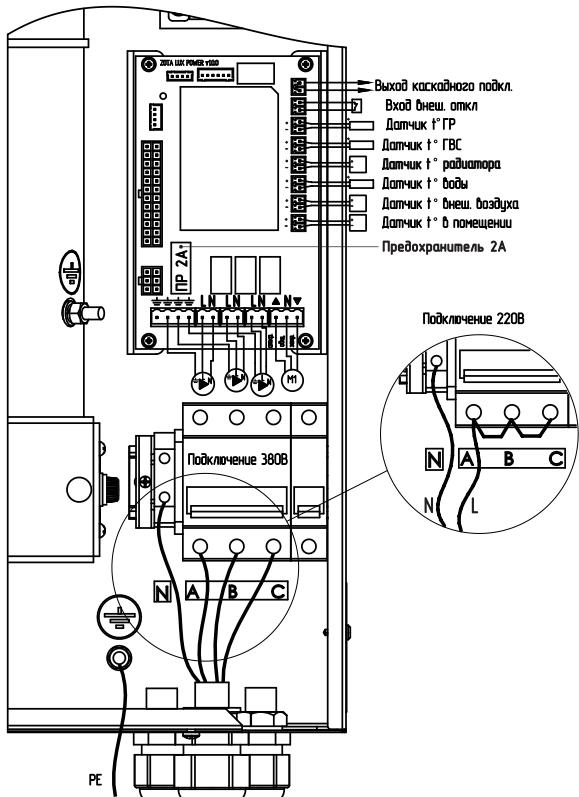

Рис. 3 Схема подключения электроводонагревателя
Схема присоединения электроводонагревателя к питающей сети, датчикам температуры, циркуляционному насосу и клапану приведена на Рис.3.
А, В, С вводного автомата. Защитный нулевой провод (РЕ) подключить на болт «ЗАЗЕМЛЕНИЕ» см. Рис.3;
- При питании электроводонагревателя от однофазной сети переменного тока 220 В, 50 Гц присоединить рабочий нулевой провод на клемму нейтраль (N) электроводонагревателя, а фазный на клеммы А, В, С вводного автомата, защитный нулевой провод (РЕ) должен подключаться к клемме «ЗАЗЕМЛЕНИЕ» см. Рис.3. Для соединения клемм А, В, С вводного автомата в комплекте имеется специальная перемычка (только для ZOTA «Solid»-4,5; ZOTA «Solid»-6; ZOTA «Solid»-7,5; ZOTA «Solid»-9), которая устанавливается на вводных клеммах автомата (см. Рис.3);
- Присоединить датчики температуры воздуха помещения ($t_{\text{датч1}}^{\circ}$) и на улице ($t_{\text{датч2}}^{\circ}$) к колодкам на блоке управления, проводом с сечением не менее 0,5 кв.мм и длиной до 20 м как показано на Рис.3. Необходимо строго соблюдать полярность, обозначенную на схеме при подключении датчиков температуры. Маркировка проводов датчиков температуры воздуха: красный (+), синий (-).
- Присоединить провода (L,N,заземление) от насосов к соответствующим контактам на клеммной колодке котла как показано на Рис.3. Мощность, потребляемая каждым насосом не должна превышать 200 Вт.
- При необходимости присоединить провода (откр_общ_закр) от двигателя трехходового смешивающего клапана к соответствующим контактам на клеммной колодке котла как показано на Рис.3. Мощность двигателя привода не должна превышать 20 Вт при напряжении ~ 220 В.